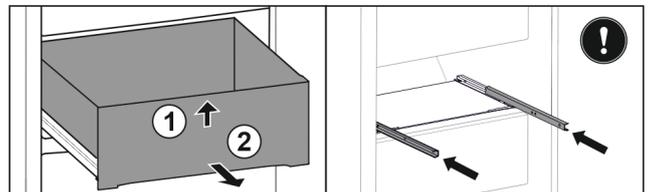

Fig. 40
- ▶ Sollevare il cassetto sul lato anteriore Fig. 40 (1).
- ▶ Rimuovere tirando in avanti Fig. 40 (2).